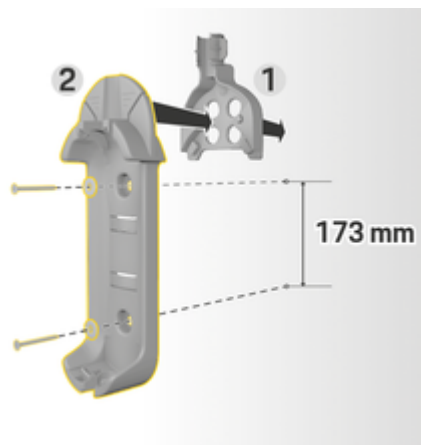

Fig. 62 Dimensões de perfuração
3. Pressione o suporte básico para parede 2 (Fig. 62) na passagem do cabo 1 (Fig. 62) pela parte da frente.